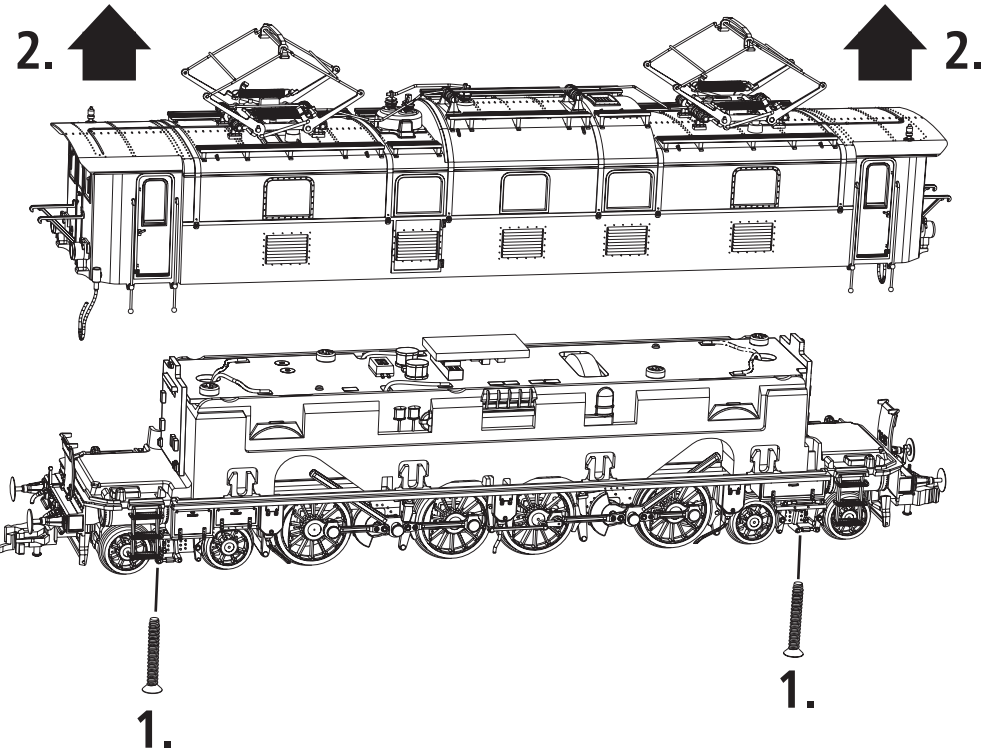

Fig. 2a
**Betriebsbedingungen:** Es empfiehlt sich, das Modell 30 Minuten vorwärts und 30 Minuten rückwärts ohne Belastung **einlaufen zu lassen**, damit Ihr Modell einen **optimalen Rundlauf** und **beste Zugkraft** bekommt. Der kleinste befahrbare Radius für dieses Modell ist **R2** des ROCO-Gleissystems (R2 = 358 mm). Die Lok ist mit **verschiebbaren Aufstiegsleitern** unter den Führerständen ausgestattet. Im Auslieferungszustand sind die Leitern an der inneren Position und es können damit nur Radien >R3 befahren werden. Die Leitern können in die äußere Position verschoben werden, damit sich Radien bis zu R2 befahren lassen (Fig. 2a, 2b).
The locomotive is equipped with movable access ladders under the drivers' cabs. In delivery state, the ladders are at the inner position and only radii >**R3** can be driven. The ladders can be moved to the outer position so that radii up to **R2** (Fig. 2a, 2b) can be driven.
La locomotive est équipée d'échelles d'accès sous les cabines de conduite. À la livraison, elles sont en position intérieure et empêchent la locomotive de faire des virages dont le rayon est inférieur à **R3**. Lorsqu'elles sont mises en position extérieure, la machine peut faire des virages jusqu'à **R2** (Fig. 2a, 2b).